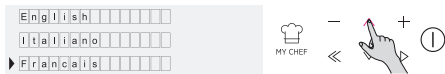

Figura 2
- Accedere alla sezione delle impostazioni e selezionare la lingua dal menu a discesa (Figura 2).